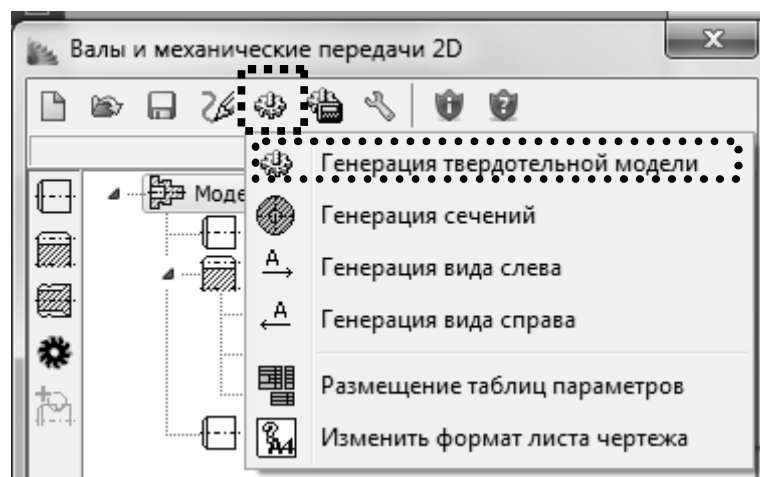

Рис. 14.22. Генерация твердотельной 3D-модели
12.2. Для создания 3D-модели зубчатого колеса нажмите кнопку «**Дополнительные построения и действия**» и выберите пункт «**Генерация твердотельной модели**» (рис. 14.22).